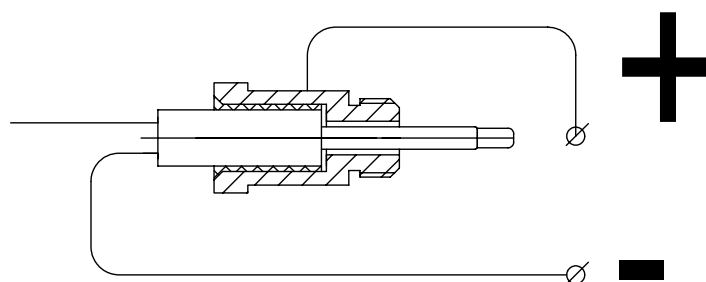

Рис. 5 – Схема проверки свечи
- проверить сопротивление изоляции корпуса свечи напряжением 100 В согласно рис. 5. Сопротивление изоляции должно быть не менее 10 МОм.